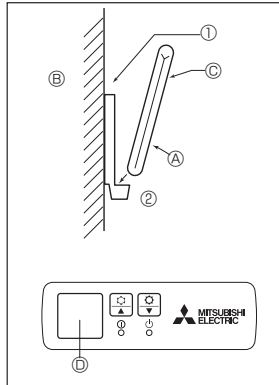

Fig. 6-2
2) Aufstellverfahren (Fig. 6-2)